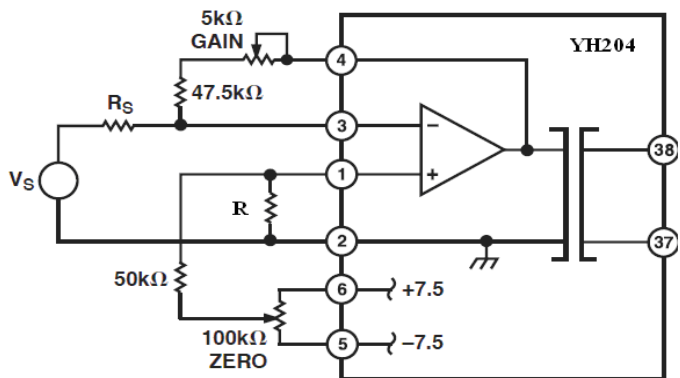
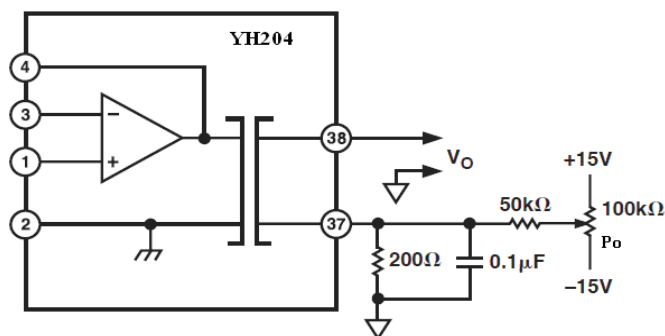
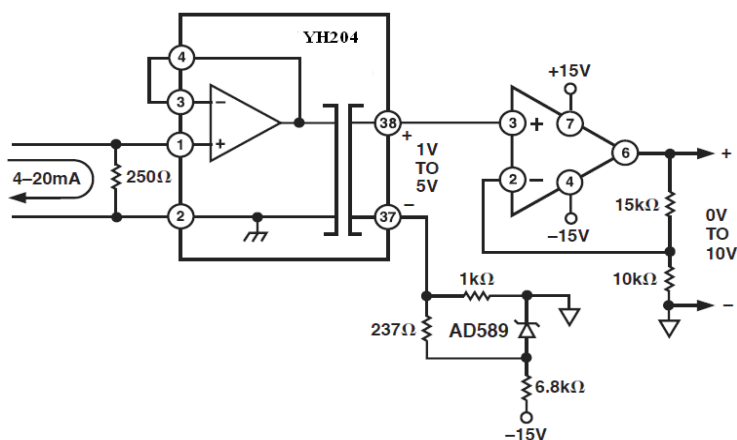
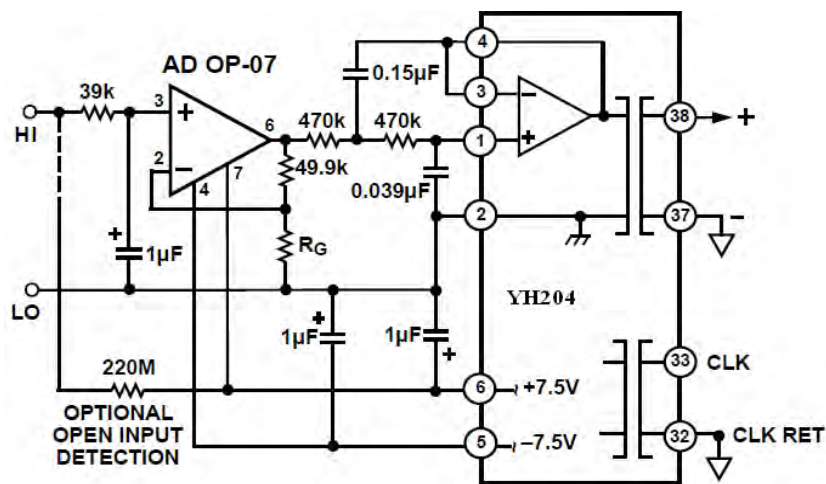

图 9 输入端放大倍数和零位调整应用电路图
图 10 输出端零位调整电路
图 11 带补偿的电流放大隔离电路
图12 低电平信号放大隔离电路
九、典型应用图(图 7、图 8、图 9、图 10、图 11、图 12)
3.1 输入端放大倍数和零位调整隔离电路 (图 9)
3.2 输出端零位调整电路 (图 10)
4 带补偿的电流放大隔离电路(图 11)
图11所示的隔离放大电路输入端输入 $4\sim 20mA$ 的电流信号,在隔离放大器的输出端得到 $1\sim 5V$ 的电压信号,通过输出缓冲转换电路将其转换为 $0\sim 10V$ 的输出电压信号。该电路的转换电压范围可以通过接入隔离放大器输出低端的 $-1V$ 基准电压来调节控制。这种方法经常应用在带有输出缓冲器的补偿电路中。
对一些低电平小信号的放大应用(如热电偶信号隔离放大)，可以采用如图12所示电路。该电路在YH204之前增加一个OP07放大器，由YH204的隔离电源给其供电，保证了前后级信号绝对隔离。